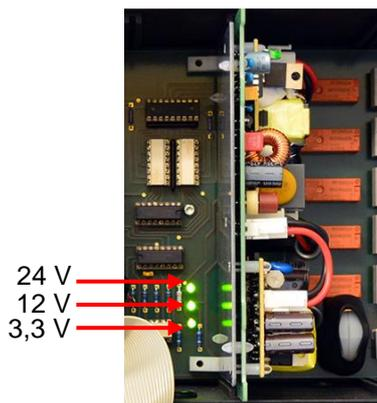

Abbildung 39
Diese Sicherungen schützen den Testomat® PRO Ca SELF CLEAN bzw. die Ausgänge vor Überlast und Kurzschluss. Alle Sicherungen sind steckbar. Die Hauptsicherungen F1 (1) und F6 (2) (4 A MT) für Ausgänge und Gerät befinden sich auf der Grundplatte (siehe Abbildung 39). Auf dem Netzteil befinden sich die vier Primär- und Sekundärsicherungen F2 bis F5 für 24 V, und 12 V, 3,3 V
Wenn nicht alle drei grünen LEDs auf der Grundplatine leuchten, dann ist mindestens eine Sicherung defekt (siehe Abbildung 39). Neben der LED steht die Versorgungsspannung, deren Status die LED anzeigt. Für den Austausch einer Sicherung benötigen Sie folgendes: